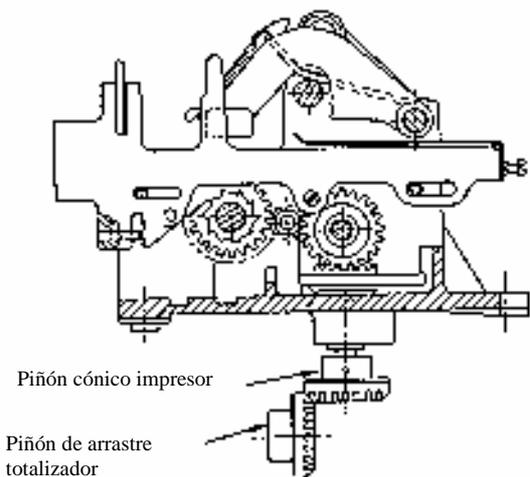

Figura 20. Ajuste del juego del impresor de tiques y del totalizador
9. Fijar el impresor de tiques sobre el totalizador con ayuda de 4 arandelas y 4 tornillos. Aflojar el tornillo del piñón cónico del impresor y ajustar el juego correcto entre el piñón cónico y el piñón de arrastre del totalizador (Figura 20).